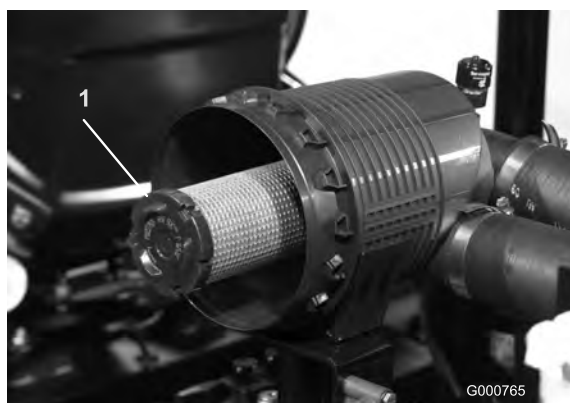

図 54
**重要** 安全フィルタ（図 54）は絶対に洗わないでください。安全フィルタは、1次フィルタの3度目の整備時に新品に交換します。